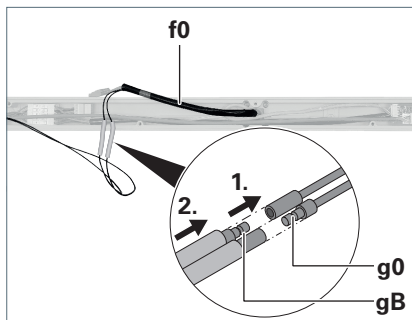

Fig. 9: Collegare l'antenna.
4. Collegare le linee dell'antenna **g0** dalla linea di alimentazione **f0** con le linee dell'antenna **gB** nella traversa, vedere Fig. 9.